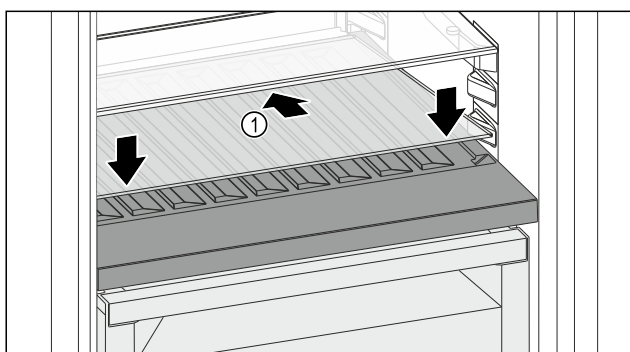

Fig. 228
- Posizionare il ripiano di vetro Fig. 228 (1) inclinato indietro e verso il basso.
- Abbassare la parte anteriore del ripiano di vetro Fig. 228 (1).